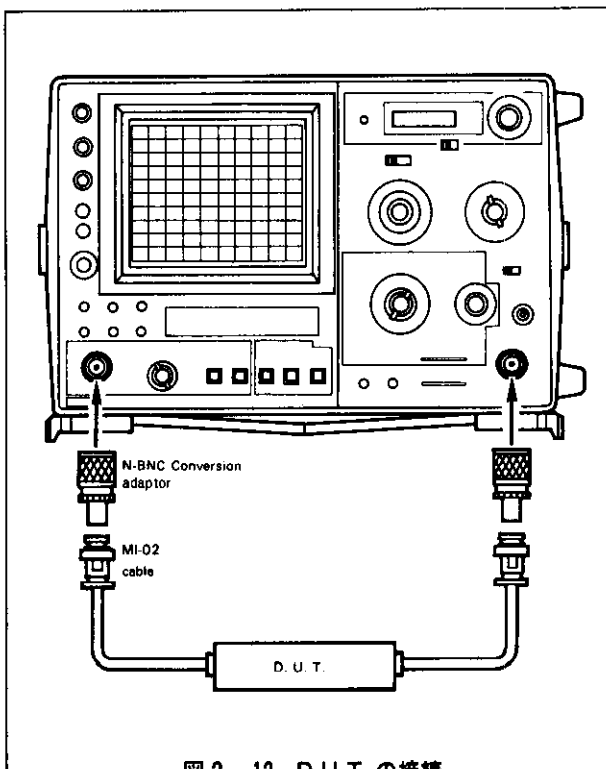

図 2-12 D.U.T. の接続
1. **T.G. MODE** を **NORMAL** に設定し、被測定物 (D.U.T.) の信号入力側をトラッキング・ジェネレータの **OUTPUT** コネクタに、出力側を **INPUT** コネクタに付属のケーブルを用いて接続します〔図 2-12〕。